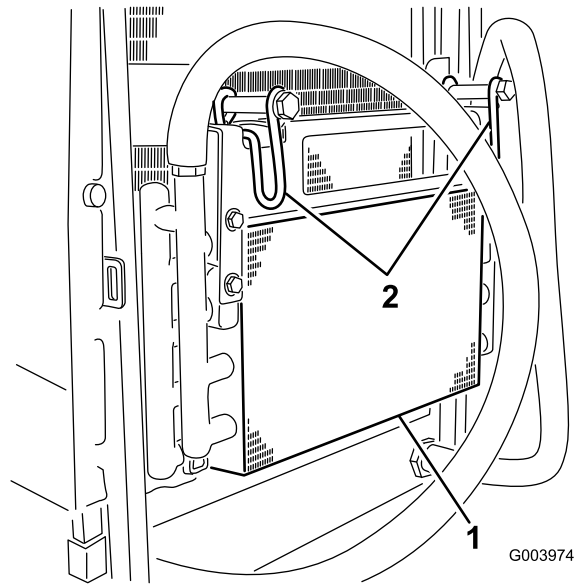

Bild 141
7. Drehen Sie die beiden Verriegelungen des Ölkühlers nach innen und kippen Sie den Ölkühler (Bild 141).